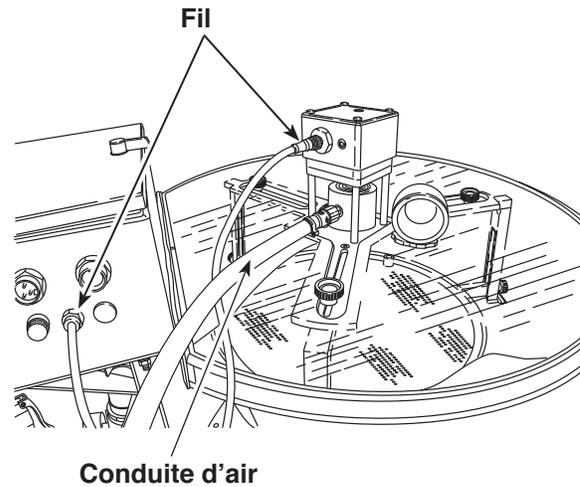

Figure 13
1. Reliez le fil du boîtier de commande au support moteur. Voir Figure 13.